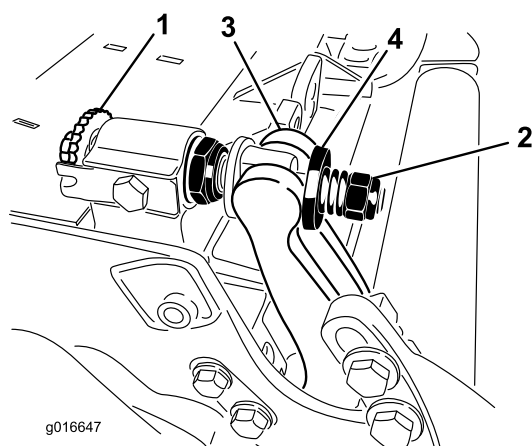

Bild 28
1. Drehen Sie die Einstellschrauben des Untermesserträgers nach links, damit sich der Abstand zwischen Untermesser und Spindel vergrößert (Bild 28).
2. Drehen Sie die Federspannungsmutter so weit hinaus, bis die Scheibe nicht mehr gegen den Untermesserträger angespannt ist (Bild 28).